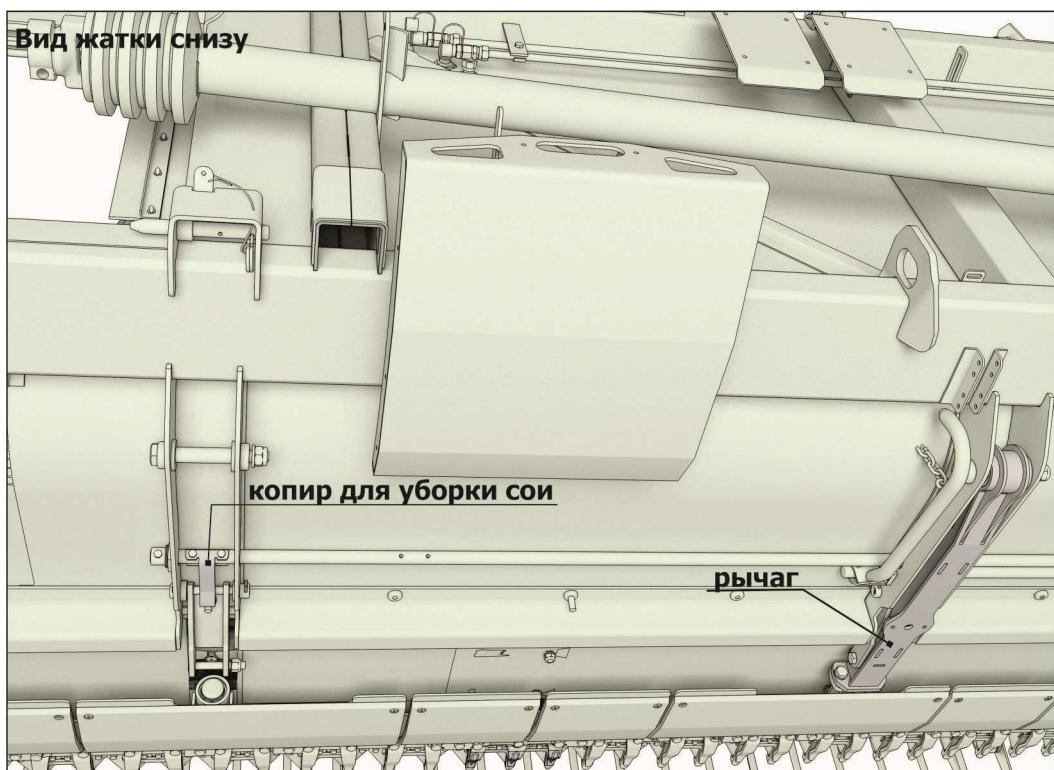

Рисунок 6.12 – Положение копирных дуг для уборки сои
4) Поднять копирные дуги в крайнее верхнее положение и зафиксировать (рисунок 6.12).
ВАЖНО: КОПИРЫ ДЛЯ СОИ ДОЛЖНЫ ПРИЛЕГАТЬ К РЫЧАГУ (рисунок 6.12).